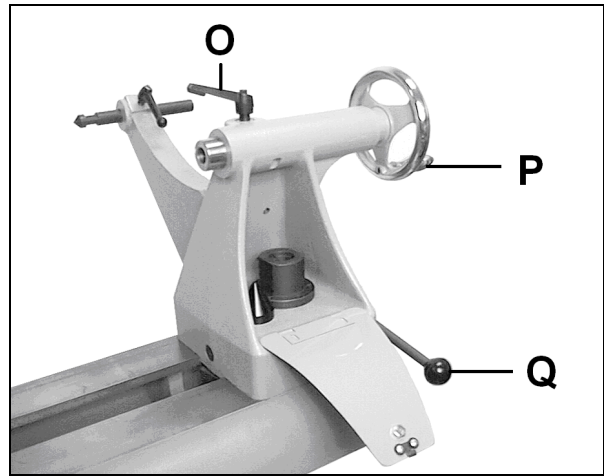

Fig 32
Tourner le volant (P, Fig 32) dans le sens des aiguilles d'une montre pour sortir le fourreau et bloquer le levier de serrage (O).